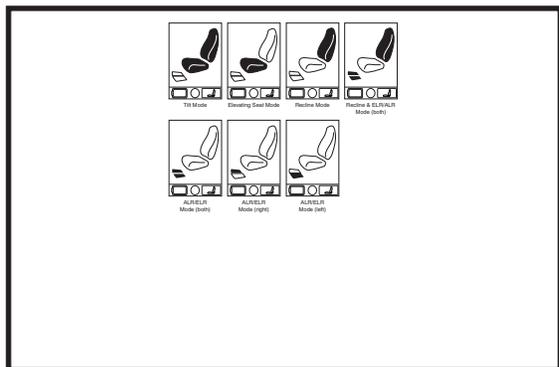

Figura 2. Modalità di Elevazione Sedile
2. Spingi la Leva On/Off e Seleziona Modalità in alto per diverse volte fino a che la schermata del sedile non verrà visualizzata sul display LCD oppure spingi il pulsante di selezione chiave 2 una volta per andare direttamente alla schermata sedile. **Vedere figura 2.**
3. Spostare il joystick a destra o a sinistra per scorrere fino alla modalità di elevazione seduta che viene illuminata sull'indicatore dell'attuatore. **Vedere figura 2.**
NOTA: La funzionalità iLevel® è inserita automaticamente quando la seduta elevabile elettronicamente è attivata e l'indicatore iLevel® viene indicato sul controller. Vedere figura 2.